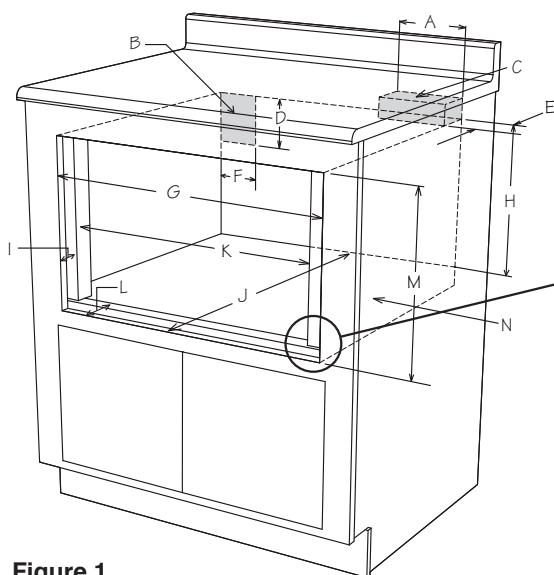

Figure 1
1. Préparer l'ouverture de l'armoire comme illustré aux figures 1, 2A, 2B et 2C.